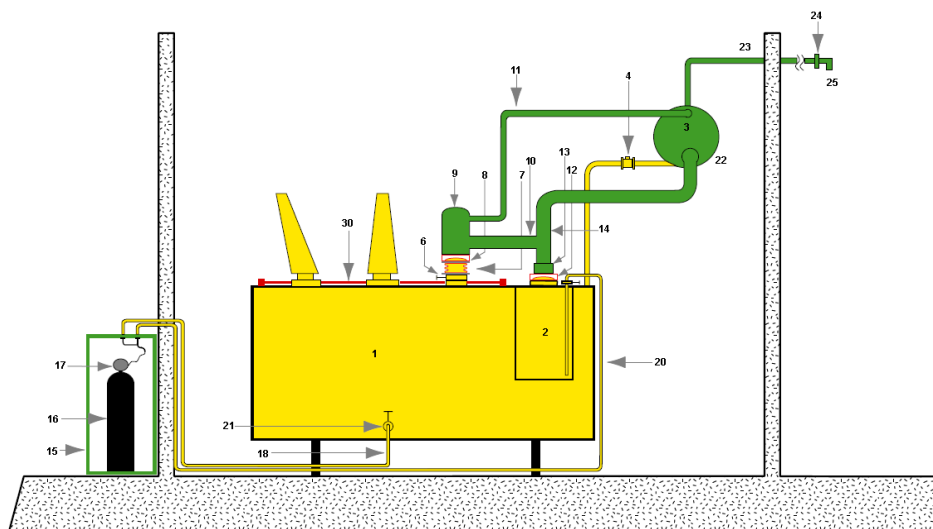

Рис.2. Система TRANSFORMER PROTECTOR, тип TPA
- **Тип ТРА**, **рис. 2**, предназначен для трансформаторов от 0,1 МВА до 1000 МВА и выше, устанавливаемых внутри помещений или вне помещений. В данном типе, в случае короткого замыкания внутри трансформатора, депрессюризацию обеспечивают модули депрессюризации трансформатора и устройства РПН (поз. 6-9 и 12-13). Выбрасываемая смесь масла и газов направляется в бак отделения масла и газов (поз. 22). Газы вытесняются через трубу для отвода взрывоопасных газов (поз. 23) за пределы здания или в отдаленное место, где они могут сгорать, не представляя опасности. Клапан отсечки воздуха (поз. 24) установлен на конце трубы для отвода взрывоопасных газов (поз. 23), чтобы не допустить проникновение воздуха в бак отделения масла и газов (поз. 22) или в бак трансформатора.